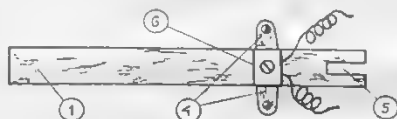

Рис. 1
1) Вибратор из мягкого отожженного железа (рис. 1) толщина 1,5 мм, длина 105 мм, ширина 13 мм.
8) В вибраторе (1) имеются два отверстия (рис. 1) — одно для крепления его самого к стойке (5) и второе (6) для